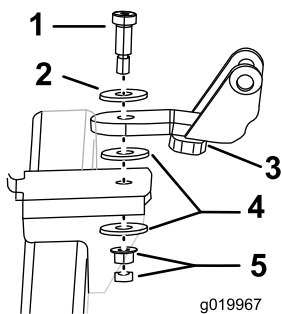

Bild 2
2. Entfernen und werfen Sie die Befestigungen weg, mit denen die Halterung am Anbaugerät befestigt ist (Bild 2). Werfen Sie die Halterung weg.